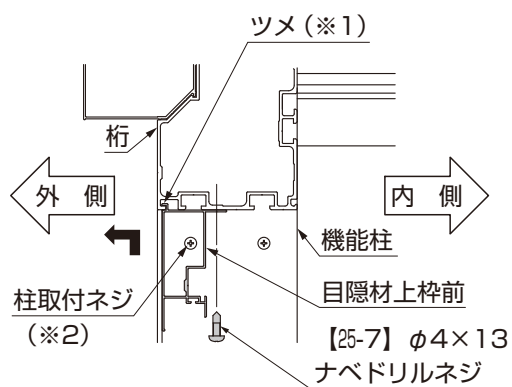

図2-1 目隠材上枠前取付断面図
- ①目隠材上枠前のツメ(※1)を桁底部の溝に引っ掛け、【25-7】で固定してください。(図2-1参照)